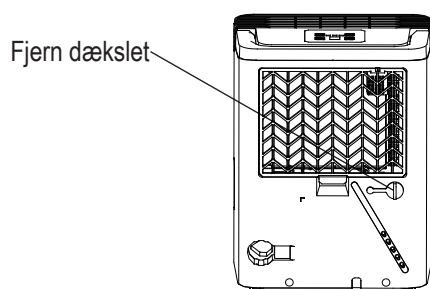
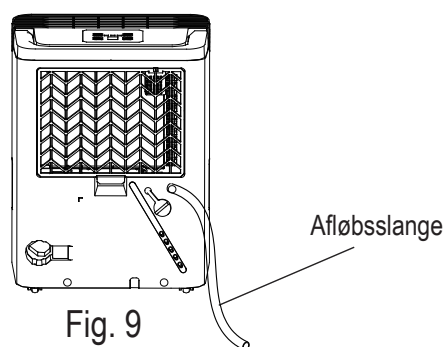

Fig. 8
Fig. 9
- Fjern gummiproppen fra afløbsslangens udløb. Fastgør en afløbsslange (ID = 13.5mm) og før den til gulvafløbet eller et egnet dræningsanlæg (se Fig. 8 og Fig. 9).